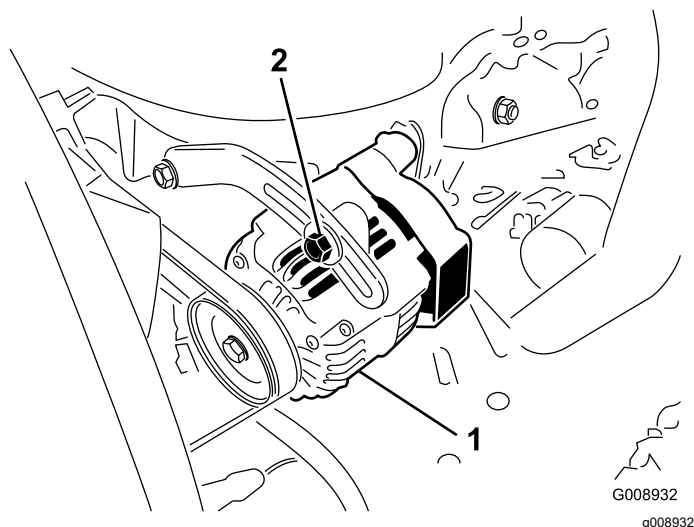

Figura 96
Compruebe la condición y la tensión de las correas (Figura 96) cada 100 horas de operación.
2. Si la desviación no es de 10 mm, afloje los pernos de montaje del alternador (Figura 96). Aumente o reduzca la tensión de la correa del alternador y apriete los pernos. Verifique de nuevo la desviación de la correa para asegurarse de que la tensión es la correcta.